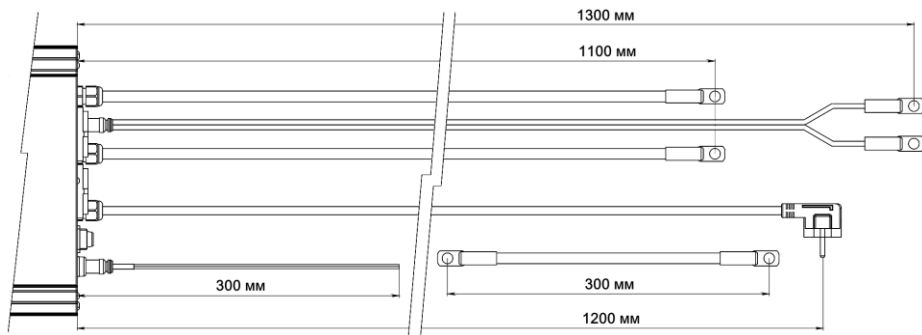

Рисунок 4. Довжина кабелів UPS-2024 V2
4.1.14 Довжину кабелів UPS-2024 V2 вказано на Рис.4